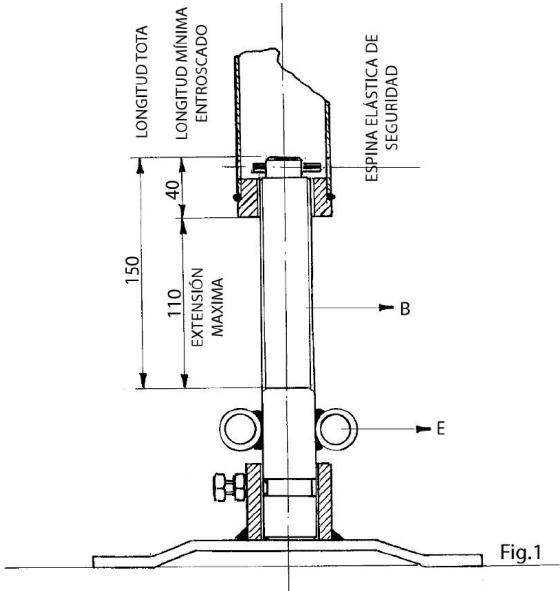

FIG. 2 — Détail du pied réglable et extension maximale
- 2) Faites sortir télescopiquement la rallonge (A) jusqu'à atteindre l'appui supérieur et bloquez-la avec la goupille (M) et la broche correspondante (N).
- 3) En tournant l'écrou du pied (C), complétez l'extension de l'étau et serrez fermement jusqu'à obtenir le blocage entre le plan supérieur et le plan inférieur, en vous assurant avant de serrer que l'étau soit placé parfaitement vertical. Veillez à ce que la vis B ne dépasse jamais l'extension maximale de 110 mm, comme indiqué sur la FIG. 2.